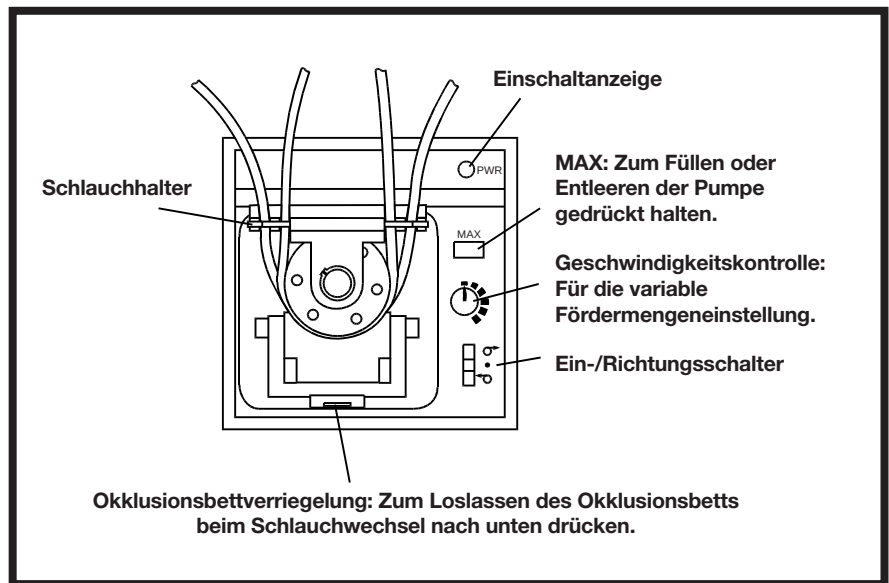

Abbildung 2. Pumpe — Frontkonsole
Der um eine Drehung einstellbare Geschwindigkeitsregler, *Abbildung 2*, bietet variablen Förderbetrieb. Die grüne PWR-Anzeige leuchtet, wenn die Pumpe eingeschaltet ist. Der Ein-/Richtungsschalter ermöglicht die Versorgung mit Strom, wobei es keine Rolle spielt, ob sich der Pumpenrotor rechts oder links herum dreht. Die MAX-Taste dient zum Füllen und Entleeren und betreibt die Pumpe bei maximaler Geschwindigkeit, solange diese Taste gedrückt wird.
1. **Ein-/Richtungsschalter**, Abbildung 2, auf mittlere Position (aus) stellen.